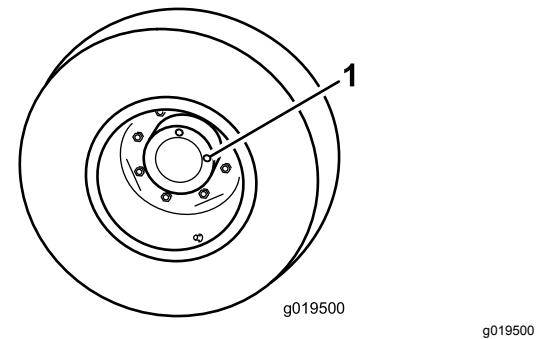

Figura 15
2. Retire o tampão da posição das 3 horas (Figura 15). O óleo deve ficar ao nível do fundo do orifício do tampão de verificação.
1. Com a máquina numa superfície plana, posicione a roda de forma a que 1 tampão de verificação (Figura 15) fique na posição das 12 horas e o outro na das 3 horas.